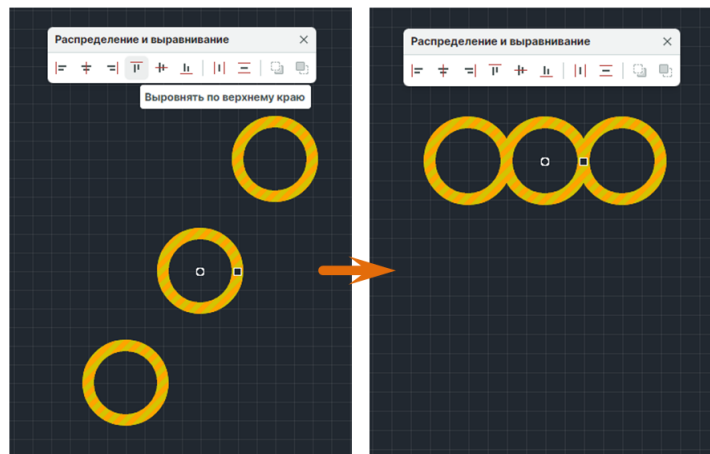

Рис. 296 Выравнивание по верхнему краю
2. На панели «Распределение и выравнивание» выберите инструмент «Выровнять по верхнему краю», который обозначен иконкой , см. Рис. 296.